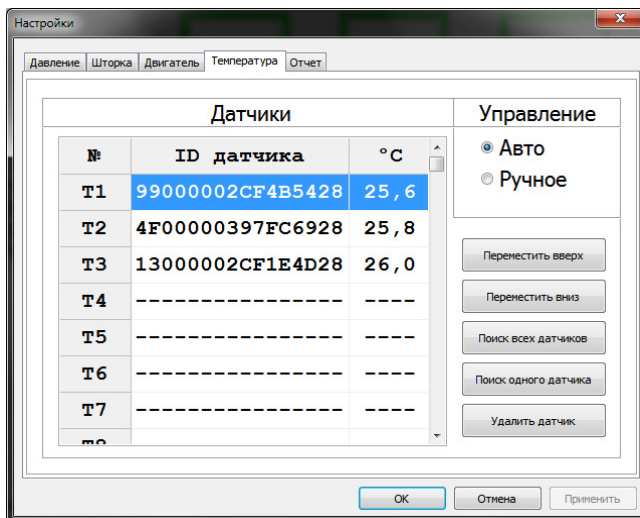

Рисунок 7.19 – Окно настройки температуры
1. В окне настроек (см. рис. 7.11) выбрать закладку "Температура" (см. рис. 7.19).